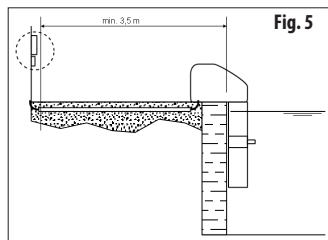

Fig. 5
**Il cavo di alimentazione con sezione minima di 1,5 mm² va fatto passare nel passacavo della copertura inferiore del nuoto controcorrente, vedere fig. 2. Nella scatola va fissato contro l'espulsione inserendolo nel passacavo della scatola di distribuzione. Nel percorso verso il nuoto controcorrente, il cavo va fatto passare in una protezione per cavi, vedere fig. 5.**